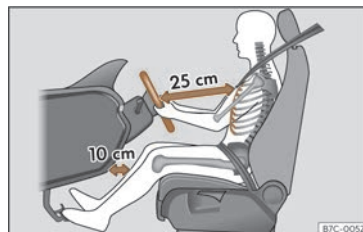

Fig. 2 La separació correcta entre el conductor i el volant ha de ser de 25 cm com a mínim (10 polzades).
- Ajusteu el volant de manera que quedi a una distància, d'almenys, 25 cm (10 polzades) de l'estern»» fig. 2 i el pugueu subjectar amb les dues mans pels costats, per la part exterior, amb els braços lleugerament flexionats.
- Ajusteu longitudinalment el seient de manera que pugueu trepitjar a fons els pedals amb els genolls lleugerament flexionats i que quedi una distància entre la zona dels genolls i el tauler d'instruments d'almenys 10 cm (4 polzades)»» fig. 2.